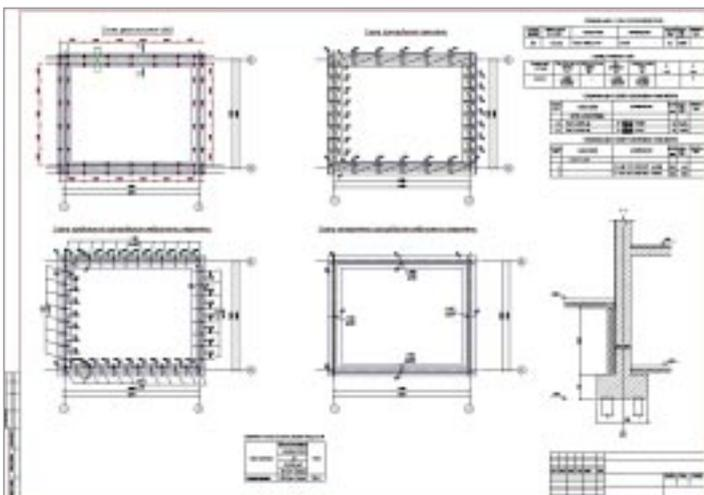

Рис. 69
- Получение ведомости расхода стали на монолитный ленточный фундамент (рис. 69).